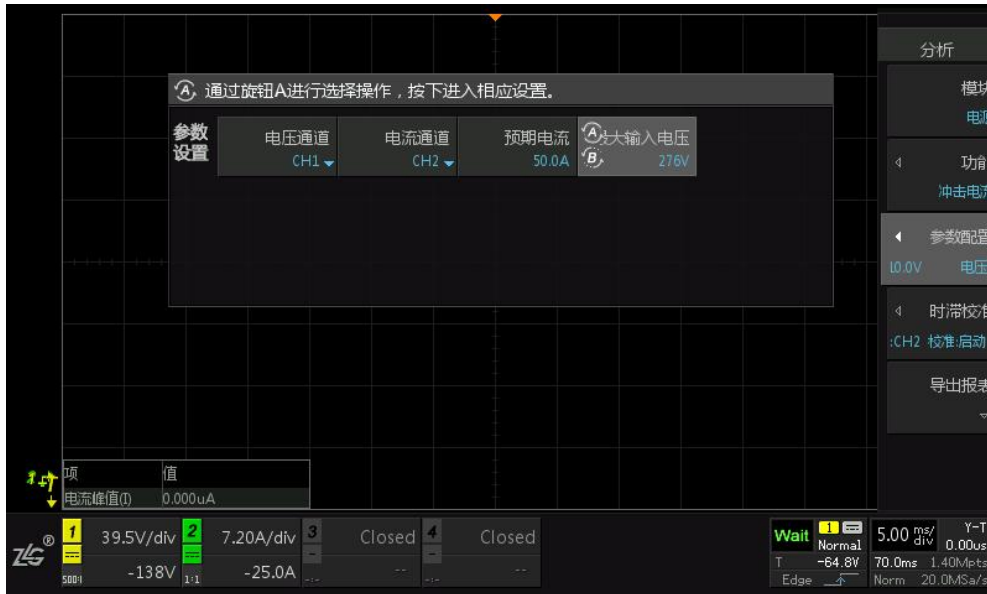

图 7.10 冲击电流参数配置
(2)、将信号接入示波器后，点击通道【1】按钮进入通道 1 界面，将【探头类型】改为“电压探头”，【探头比率】改为“500X”（此档位与高压差分探头上的档位一致），再点击通道【2】按钮进入通道 2 界面，将【探头类型】改为“电流探头”，【探头比率】改为“1V/A”（此档位与电流探头上的档位一致）。设置好探头参数后点击【Auto Setup】，波形将以较好的效果显示在屏幕上，点击【Analyze】进入电源分析界面，功能选择【冲击电流】，点击【参数配置】进入参数配置界面，如图 7.10 所示。